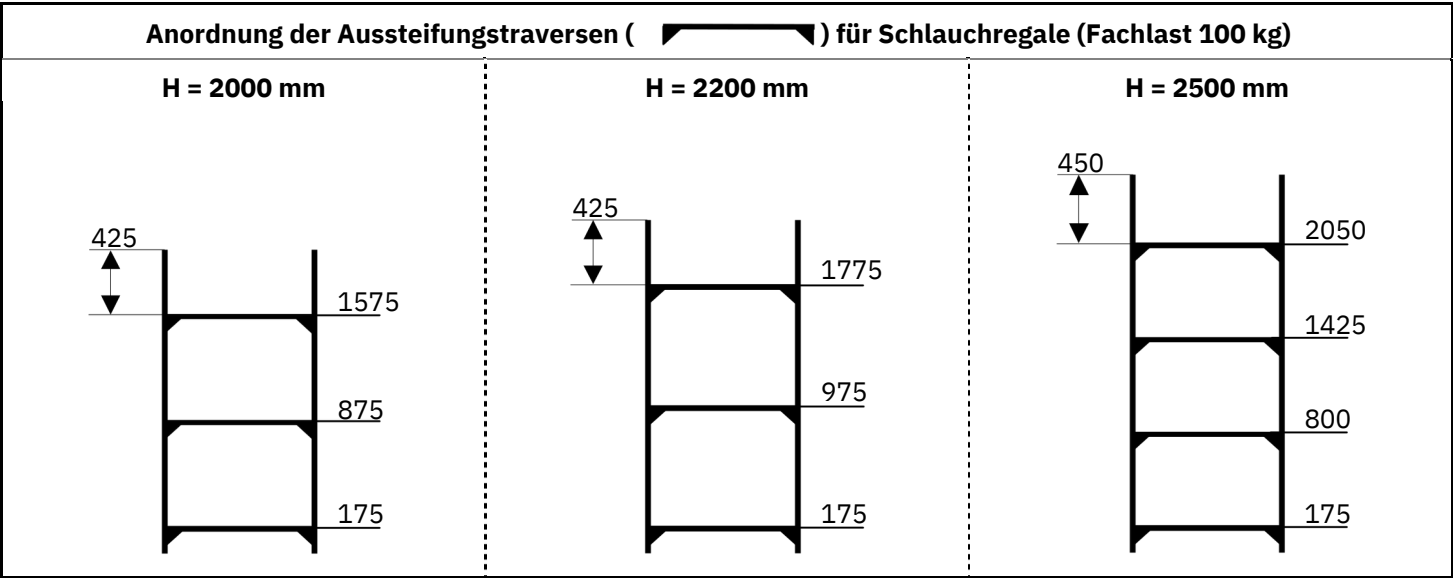

Abb. 2
- 2.1 Entsprechend der Aufbau- und Betriebsanleitung Abschnitt Montage der Grundregale, beidseitige Nutzung mit Aussteifungstraversen S. 6 und 7 zwei Stützrahmen aufstellen, je zwei Schlauchtraversen in die untere (175 mm) und obere Einhängposition (entsprechend Abb. 2) einhängen und mit Sicherungstiften sichern. Die Anordnung der Schlauchtraversen in Abb. 2 ist zu beachten! Das oberste Traversenpaar muss mindestens 425 mm unterhalb der Oberkante Rahmenhöhe angeordnet sein.
- 2.2 Die übrigen Schlauchtraversen entsprechend der Gefachhöhen (Abb. 2) in die Stützprofile einhängen und mit Sicherungstiften sichern.